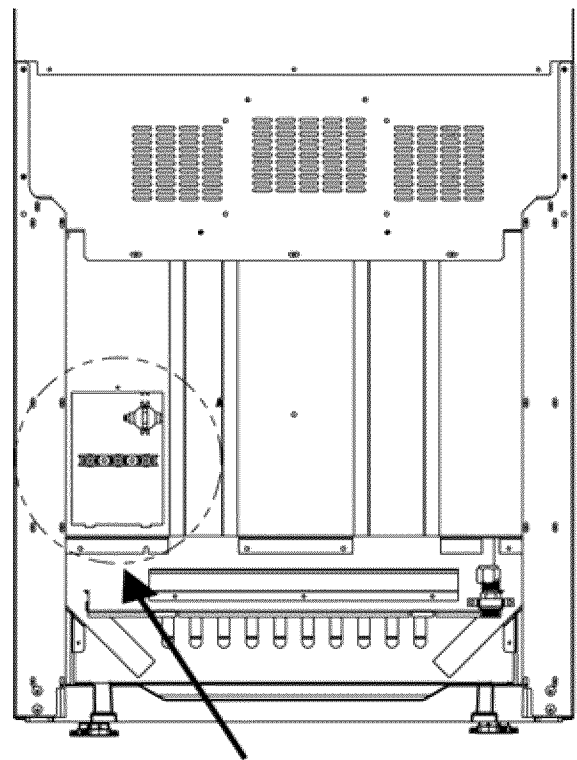
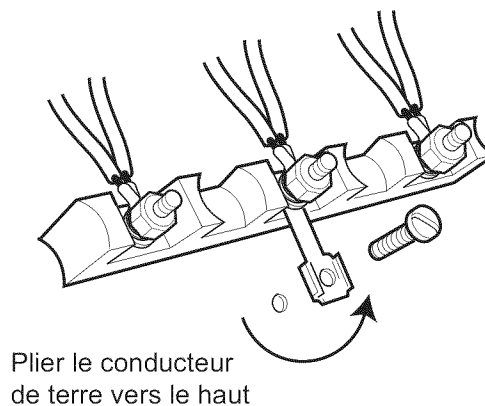

Figure 10 : Emplacement de la boîte de jonction pour les cuisinières de 30 et 36 po
Figure 14 : Conducteur de terre
- **CONNEXION PERMANENTE (BRANCHEMENT FIXE) —** Les appareils peuvent avoir un branchement fixe à l'alimentation. L'installateur doit fournir un conduit en aluminium flexible approuvé, format 3/4 po, d'une longueur minimale de 6 pi. Placez la boîte de jonction à l'arrière de l'appareil et enlevez le couvercle. Voir Figure 10. Enlevez la vis de retenue du conducteur de terre et pliez le conducteur de terre vers le haut. Voir Figure 14. Le conduit doit être installé sur la boîte de jonction à l'aide d'un connecteur de conduit approuvé.
2. Enlevez la vis du connecteur de terre et pliez le connecteur comme à la Figure 14.